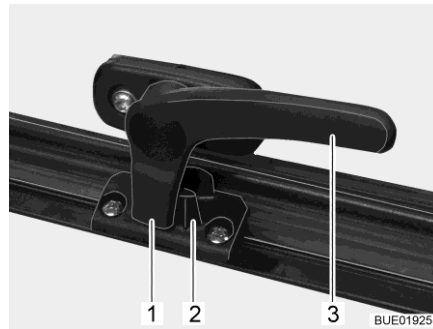

Bild 17 Verriegelungshebel in Stellung "geschlossen"
- Den Verriegelungshebel (Bild 17,3) eine viertel Umdrehung zur Fenstermitte hin drehen.
- Den Verriegelungshebel (Bild 17,3) eine viertel Umdrehung zum Fensterrahmen hin drehen. Die Verriegelungsnase (Bild 17,1) liegt auf der Innenseite der Fensterverriegelung (Bild 17,2).
- in Stellung "fest verschlossen" (Bild 17).